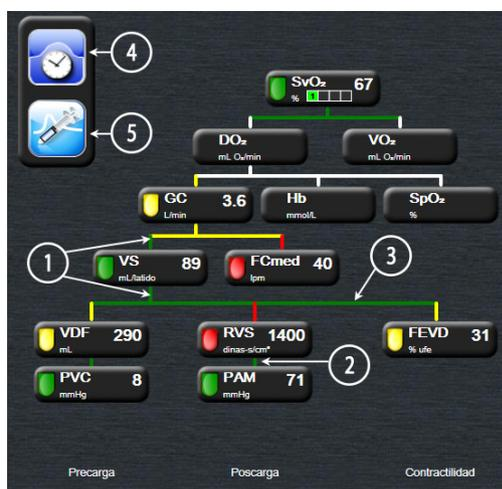

Figura 5-14 Pantalla de relaciones fisiológicas durante la monitorización con el módulo Swan-Ganz de HemoSphere
- 2 Las líneas verticales que conectan directamente dos parámetros son del mismo color que el indicador luminoso del parámetro situado debajo (por ejemplo, entre el IRVS y la PAM en la figura 5-14).
- 4 La barra de la izquierda se muestra una vez realizada la serie de bolos. Toque el icono de reloj/curva para visualizar los datos históricos (consulte la figura 5-14).
NOTA El ejemplo mostrado en la figura 5-14 es durante la monitorización con un módulo Swan-Ganz de HemoSphere. Habrá diferencias en el aspecto y los parámetros con otros modos de monitorización. Por ejemplo, durante la monitorización en el modo de monitorización del sensor FloTrac, FC_{med} se sustituye por FP, aparecen VPP y VVS (si están configurados), y no se muestran VDF ni FEVD.